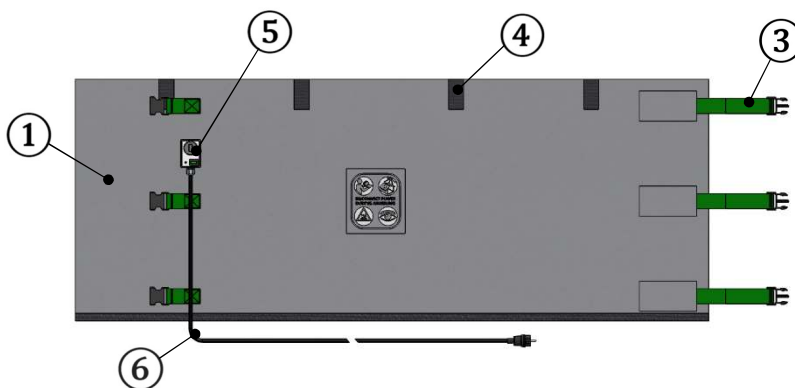

Abbildung 1.1: Fassheizer WODPX200 (Außenseite)
6.0 Aufbau und Funktion siehe auch Abbildung 1.1 und 1.2